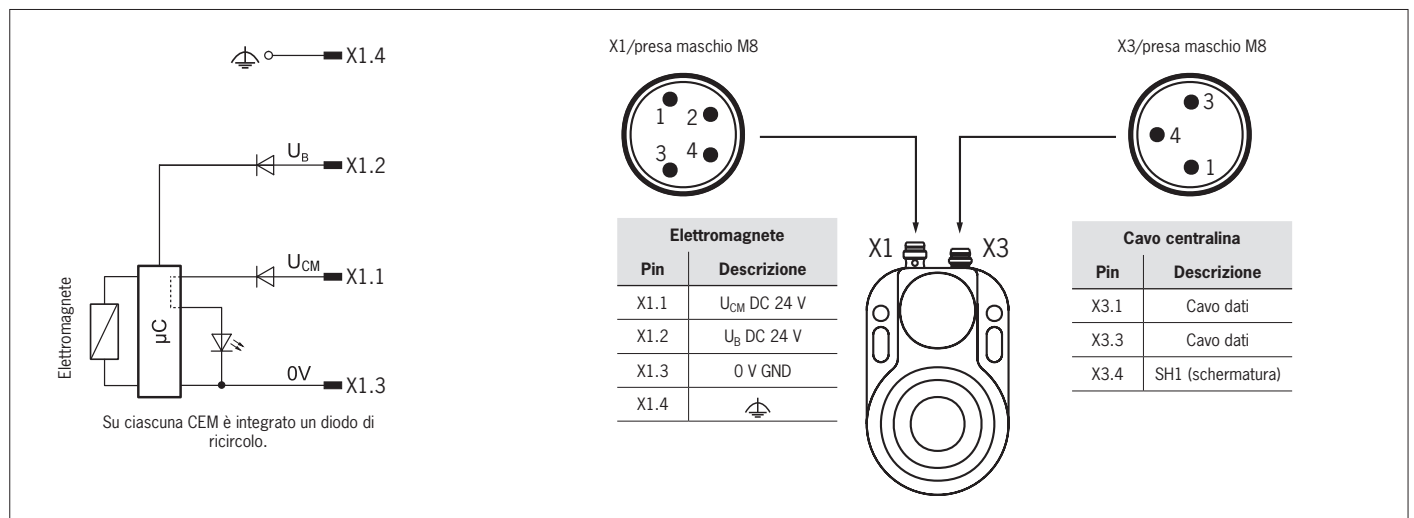

Figura 4: Schema di collegamento
- ▶ Per lo schema di collegamento, vedi Figura 4.